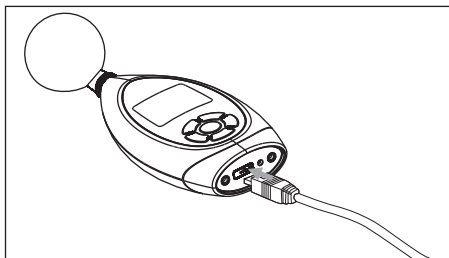

图26
- 将USB传输线的一端插入噪音计侧面USB接口处，如图26：